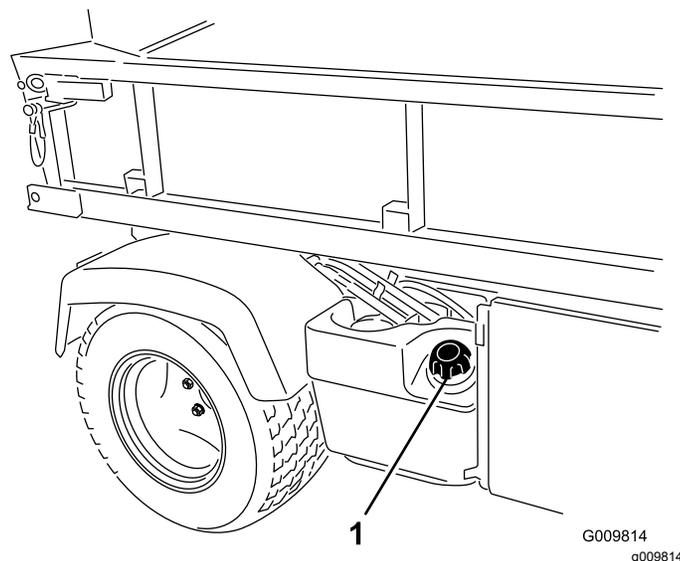

Рисунок 20
2. Снимите крышку топливного бака (Рисунок 20).